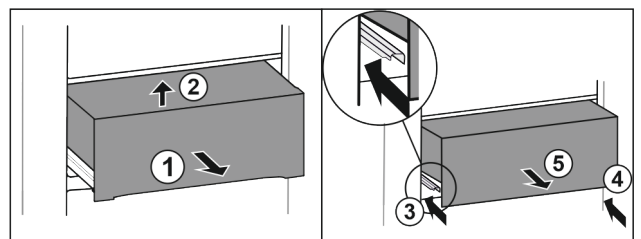

Fig. 32
- ▶ Schuiflade er half uitschuiven Fig. 32 (1).
- ▶ Aan voorzijde optillen Fig. 32 (2).
- ▶ Linker rail erin schuiven Fig. 32 (3).
- ▶ Rechter rail erin schuiven *Fig. 32 (4)*.
- ▶ Lade er naar voren uitnemen *Fig. 32 (5)*.